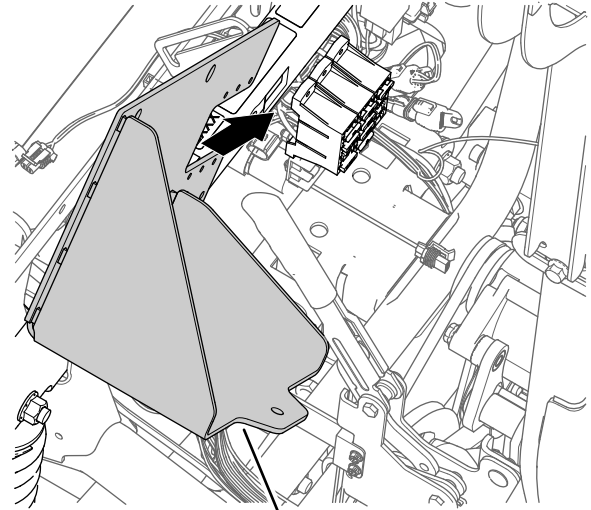

Figure 173
1. Placez le nouveau support de batterie devant le tube de support tube amortisseur de la machine et les porte-fusibles (Figure 173).